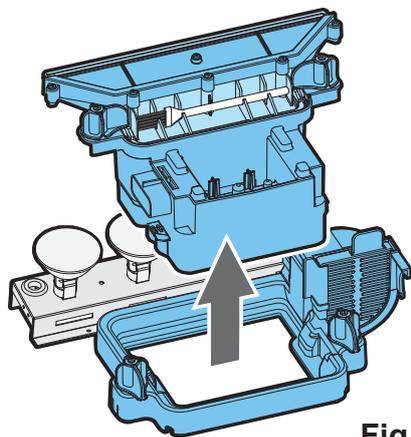

Fig. 10
6. Løft forsiktig opp bunnen, og pass på at du holder den i vater slik at du ikke søler ut noe vann. Legg bunnen i en utslagsvask. (Se Fig. 10).